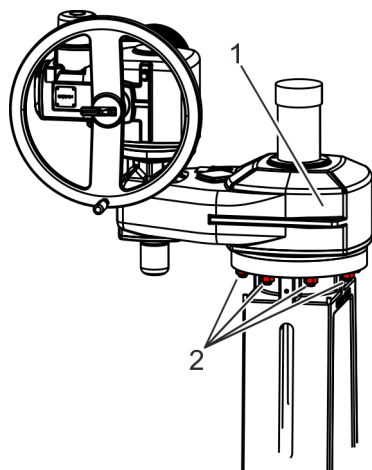

Fig. 28: Fijar el accionamiento eléctrico
10. → Fije el accionamiento eléctrico (Fig. 28/1) al bonete con tornillos (Fig. 28/2) y arandelas.
Apriete los tornillos (Fig. 28/2) siguiendo las indicaciones del fabricante.